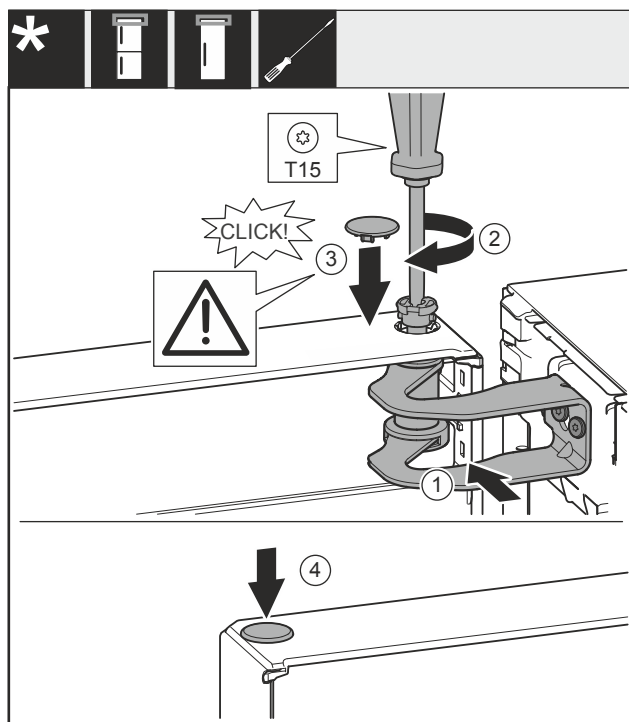

Fig. 58
- Wyrównać drzwi względem otworu w płycie zawiasu Fig. 58 (1).
- Założyć sworzeń Fig. 58 (2) i dokręcić śrubokrętem.
- Założyć osłonę Fig. 58 (3).
- Sprawdzić, czy osłona Fig. 58 (3) przylega do drzwi.
- Założyć osłonę Fig. 58 (4).